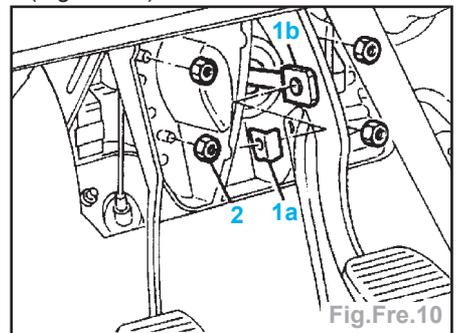

Fig.Fre.10
- Enlever l'agrafe (1a) et séparer la tige du servofrein (1b) de la pédale de freins (Fig.Fre.10).